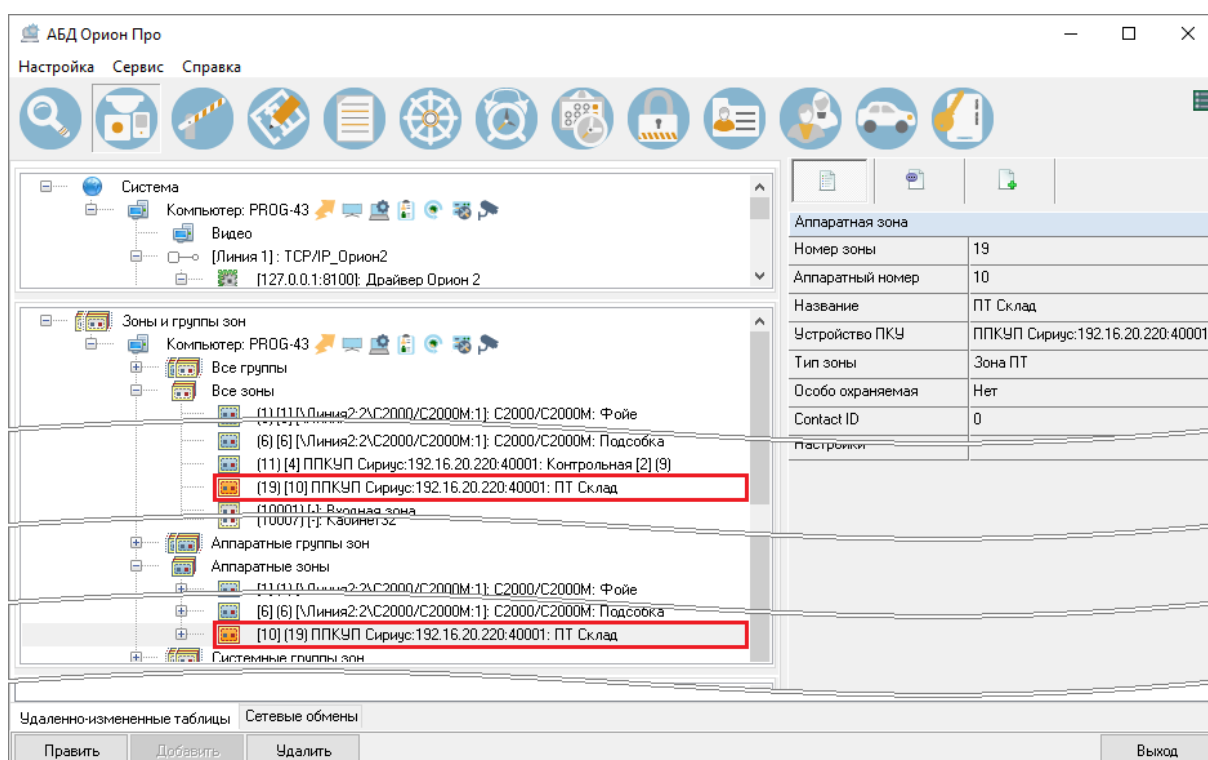

Рисунок 6-342 Зона ПТ в дереве зон
- в дереве зон как дочерний элемент узла «Все зоны» (см. Рисунок 6-342);
- в дереве зон как дочерний элемент узла «Аппаратные зоны» (см. Рисунок 6-342).